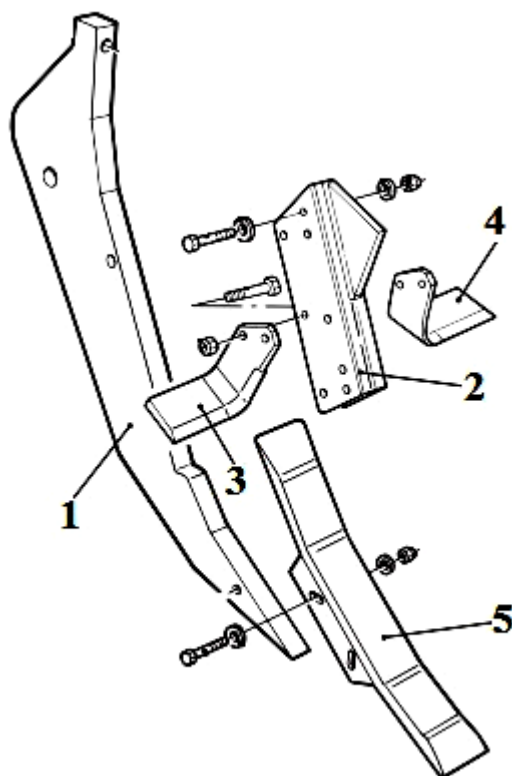
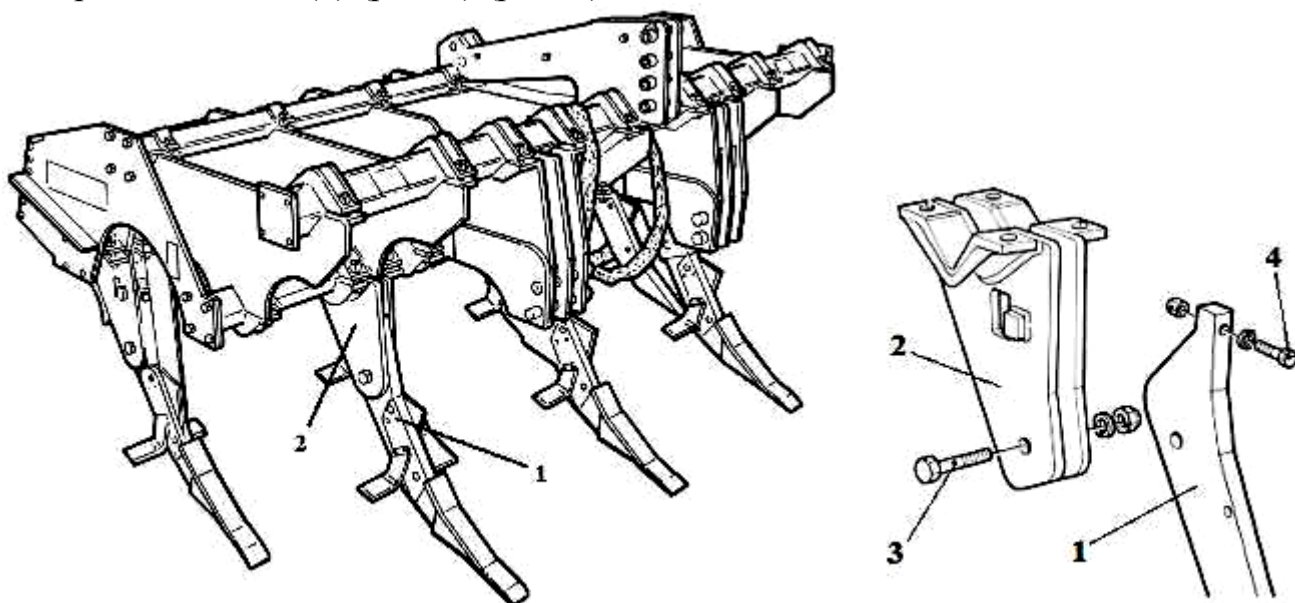

Рисунок 1.
Рисунок 2.
- Соберите стойку, смонтировав на зуб (1) (рис. 1) нож (2), на который закрепить правый (3) и левый (4) крылья, и долото (5).
- Смонтируйте стойки (1) на кронштейны (2) при помощи крепежного болта (3) и срезного болта (4) (рис. 1) (рис. 2).